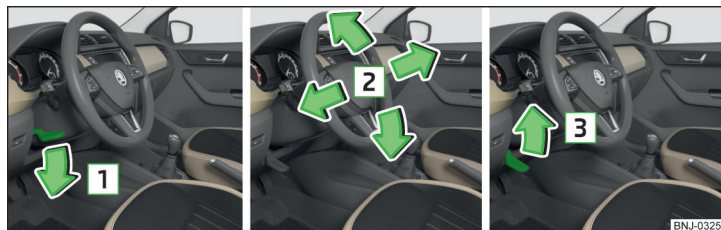

Fig. 16 Ajustar la posición del volante
- Girar la palanca de seguridad debajo del volante en la dirección de la flecha **1** » fig. 16.